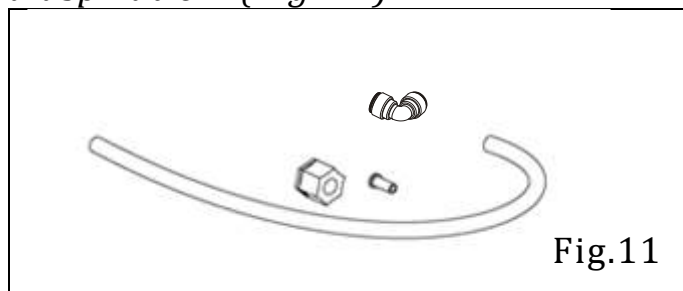

Fig.11
8.1. Vérifier la présence des pièces nécessaires (tuyau, fusée, coudes et écrous, filtre en acier inoxydable). (Fig. 11)